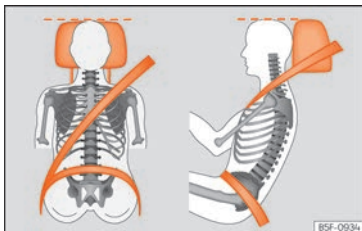

Fig. 89 Appuie-tête correctement réglé, vu de face et latéralement.
- Réglez l'appuie-tête de telle manière que son bord supérieur soit dans la mesure du possible à la même hauteur que la partie supérieure de votre tête, et au moins à la hauteur des yeux »» **fig. 89**.